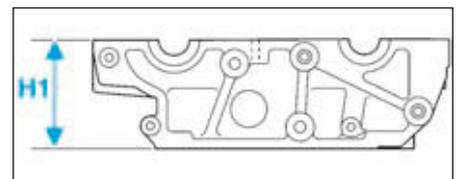

FIG.32
- Mesurer la hauteur de la culasse (H1) (Fig.32).